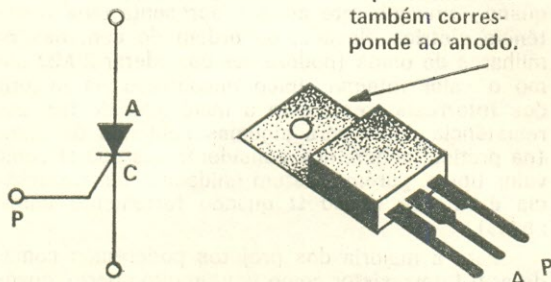

FIG. 5 — Símbolo de um R.C.S. e identificação dos terminais da unidade utilizada no projeto aqui apresentado.
O símbolo do R.C.S. é mostrado na Fig. 5, assim como a identificação dos terminais no invólucro de tipo mais comum, o qual corresponde ao utilizado em nosso projeto. Estes três terminais são denominados: anodo (A), catodo (C) e porta (P).